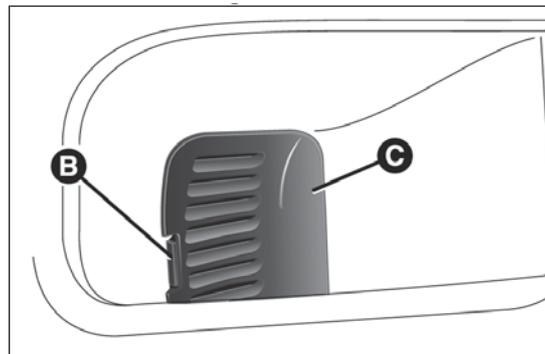

fig. 183
- actuando en la lengüeta B fig. 183 retirar la tapa de protección C (situada en la parte lateral del maletero);